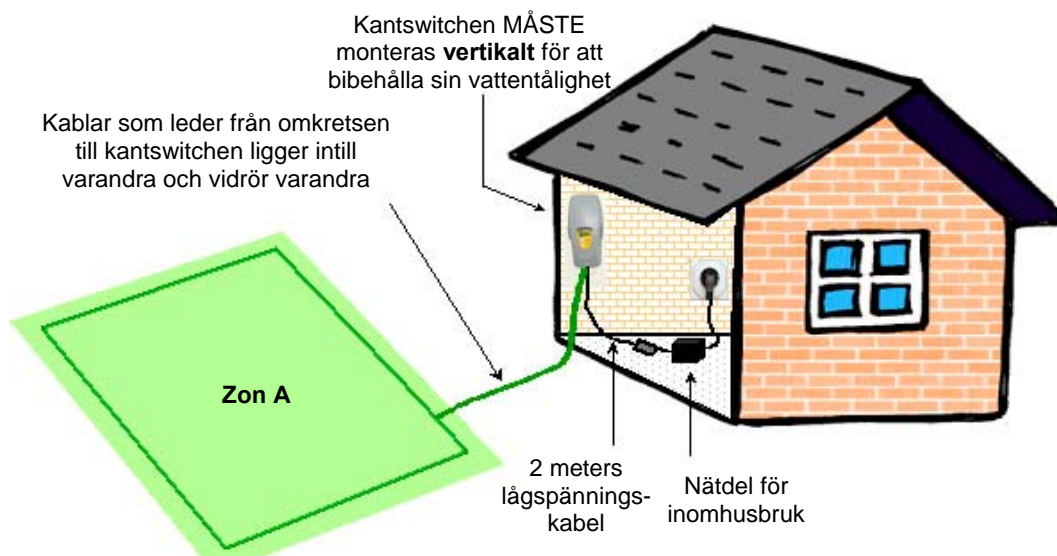

Bild 1.36
- Kantswitchen levereras med en nätdel för inomhusbruk (fig. 1.36).
- Dra de två lösa kantkabeltrådarna så att de blir spända och slå ner dem i marken (bild 1.36), intill varandra, samtidigt som du flyttar dig från omkretsen i riktning mot kantswitchens placering (använd samma pinnar för att fästa de båda kablarna från gräsmattan vid kantswitchens placering).